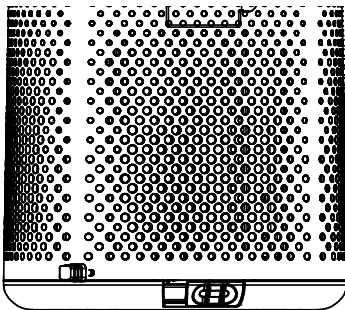

Abb. 1
2. Gerät um 180 Grad drehen, so dass der Deckel (5) oben ist. Das Gerät auf einem glatten Tuch aufstellen, damit die Tischplatte nicht zerkratzt wird.
3. Den Sperrschieber (6) des Filterdeckels vorsichtig verschieben (Abb. 1)